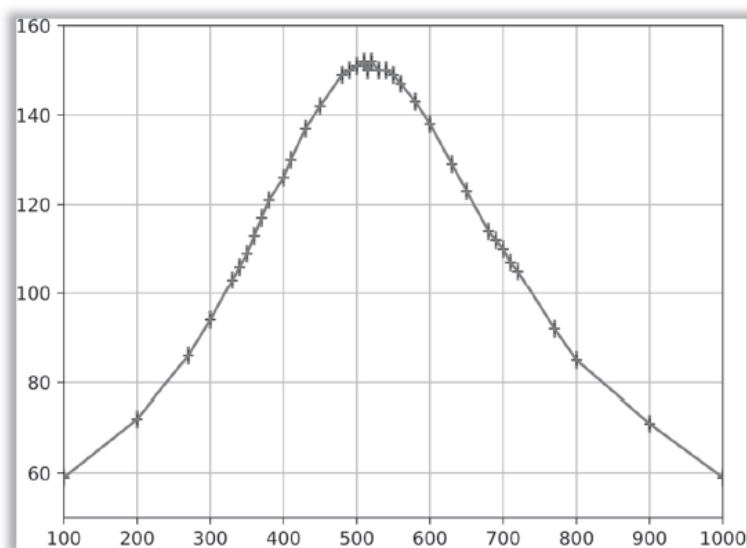

Figure 6
- Q10.** Afin de valider les mesures précédentes, une dernière courbe a été tracée dont la nature n'est pas précisée et dont la légende a été perdue (**figure 6**). En précisant votre démarche, expliquer selon vous de quelle courbe il s'agit, comment elle a été réalisée et justifier son éventuelle compatibilité avec les données précédentes.